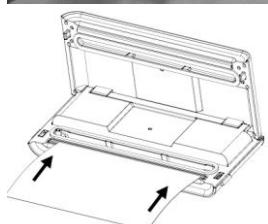

Рис. 2
3. Поместите один край пакета на запаечную планку, но не помещайте в вакуумную камеру. — Рис. 2